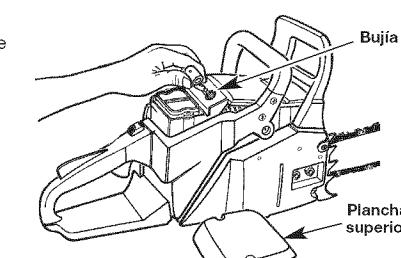

Fig. 53
- Utilice la herramienta de uso múltiple para sacar los dos tornillos de retención de la plancha superior (Fig. 53). Quite la plancha superior.
- Desconecte el conector de alambre de la bujía, halando y torciendo al mismo tiempo (Fig. 53).